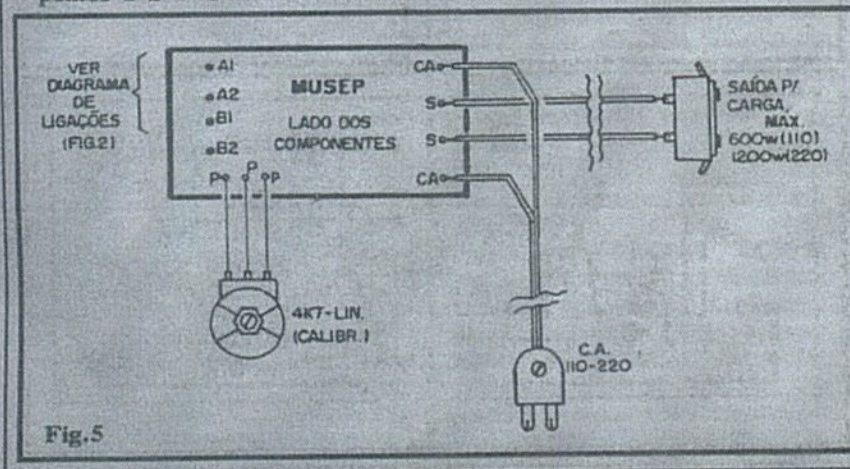

Fig.5
- FIG. 5 - CONEXÕES EXTERNAS À PLACA - Com exceção das conexões do sensor e do respectivo jumper (já enfatizados na fig. 2), o diagrama mostra a placa pelo seu lado não cobreado, com as devidas conexões externas... Atenção às ligações do potenciômetro (visto pela frente...) e às importantes conexões ao "rabiço" que vai à rede CA local, e à tomada de saída, onde será ligada a carga a ser comandada pelo MUSEP... Todas as conexões aos pontos S-S e CA-CA devem ser
Por óbvias razões práticas, em várias aplicações os sensores (termistor ou LDR) deverão situar-se longe da placa... Nada consta contra isso, podendo os elementos termo-resistivos ou foto-resistivos serem ligados à placa (conforme figura 2) através de pares de fios relativamente longos, sem problemas... Já os jumpers devem ser curtos, ficando diretamente sobre a placa (ver disposição dos pontos de ligação na fig. 5, e diagrama de ligação na fig. 2).